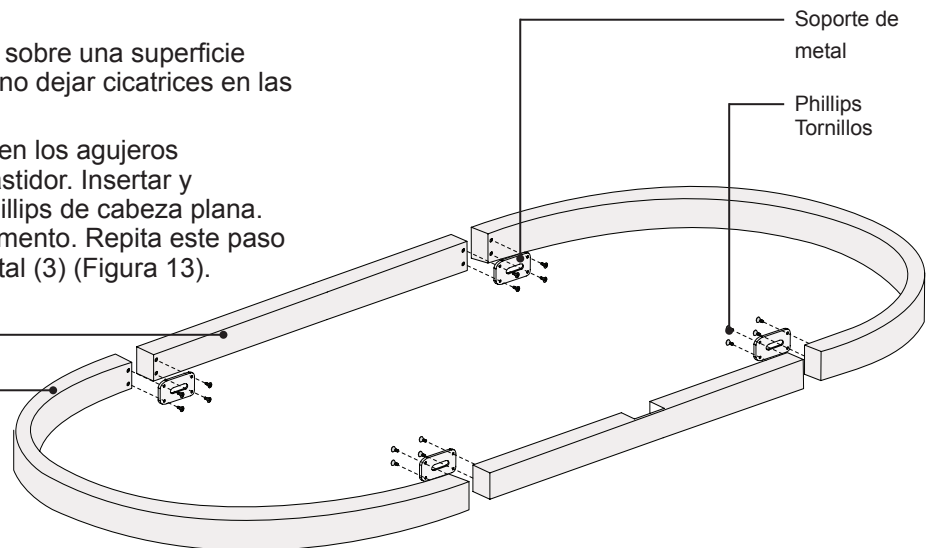

Figura 13. Madera del marco de la Asamblea
- 3 Coloque una (1) soporte de metal en los agujeros de montaje en los largueros del bastidor. Insertar y fingertighten cuatro (4) tornillos Phillips de cabeza plana. No apriete los tornillos en este momento. Repita este paso para los otros tres soportes de metal (3) (Figura 13).